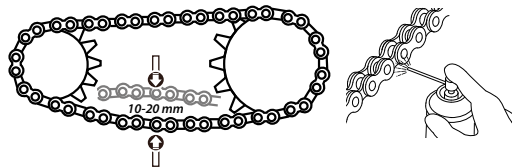

Imagen 27. Holgura de la cadena.
2. Mover la cadena con la mano hacia arriba y hacia abajo para revisar que su holgura esté entre 10 y 20 mm. Ver imagen 27.